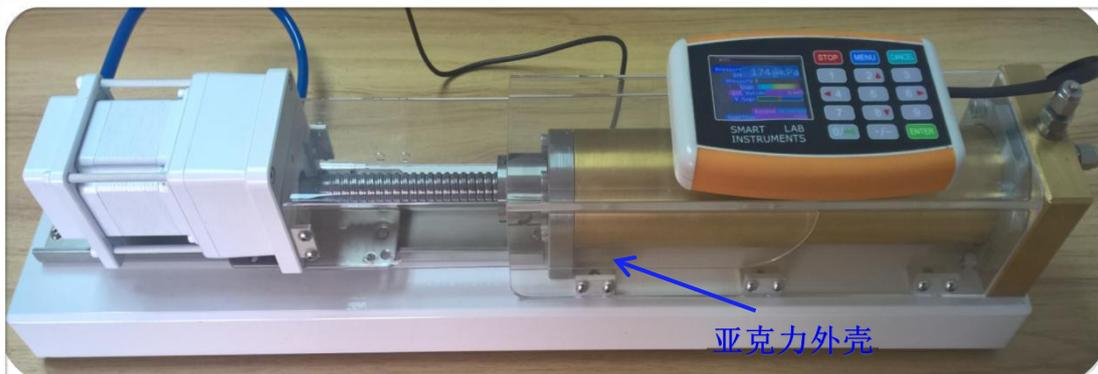

图 1 拆除亚克力外壳
1.使用 2.5mm 内六角扳手拆除亚克力透明外壳，拆下后轻放在干净的桌面，如图 1 所示：